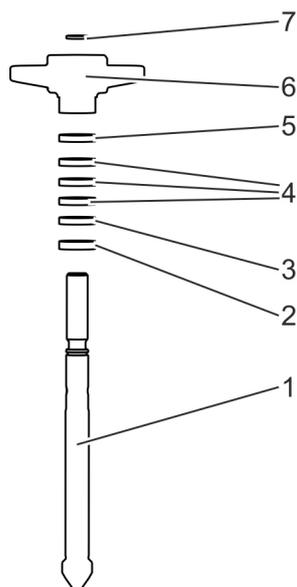

Fig. 28: Montar la empaquetadura del prensaestopas (el número de anillos es variable)
25. ➤ Ensarte el anillo de apoyo (Fig. 28/2) en el husillo (Fig. 28/1).
26. ➤ Si se utiliza un anillo rigidizador (Fig. 28/3) con tapón de chapa, ensarte el anillo rigidizador (Fig. 28/3) en el husillo (Fig. 28/1) con el tapón de chapa orientado hacia el anillo de apoyo (Fig. 28/2).
28. ➤ Si se utiliza un anillo rigidizador (Fig. 28/5) con tapón de chapa, ensarte el anillo rigidizador (Fig. 28/5) en el husillo (Fig. 28/1) con el tapón de chapa orientado hacia el prensaestopas (Fig. 28/6).
29. ➤ Ensarte la junta tórica (Fig. 28/7) en el husillo.
30. ➤ Introduzca el husillo (Fig. 28/1) en el bonete.
31. ➤ Ensarte el prensaestopas (Fig. 28/6) en el husillo.